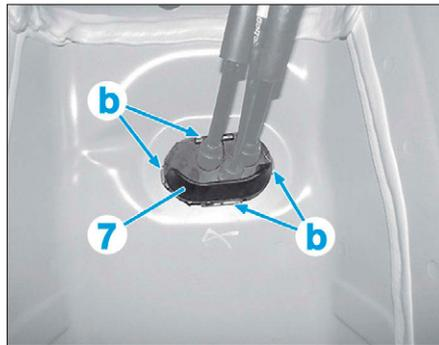

FIG. 8
- Dégrafer en (b) puis dégager l'entretoise de maintien (7) des câbles du plancher (Fig.8).